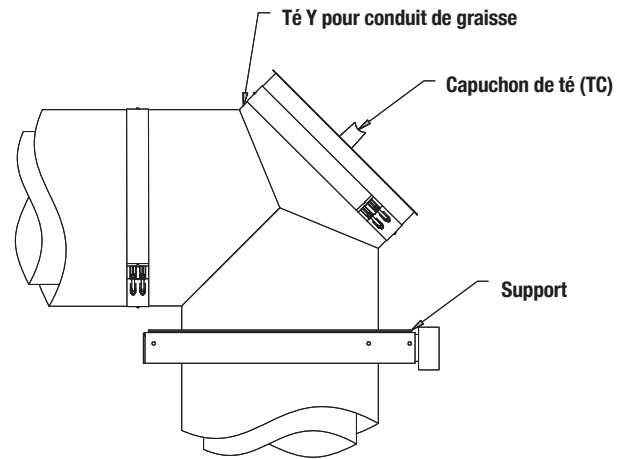

Figure 72 - Té Y à 90° pour conduit de graisse
1. Le té Y pour conduit de graisse est très utile quand il est nécessaire d'accéder au conduit d'évacuation de graisse pour nettoyage et inspection. Voir **Figure 72**.